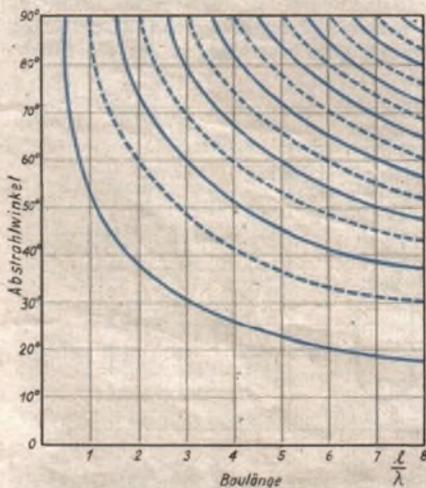
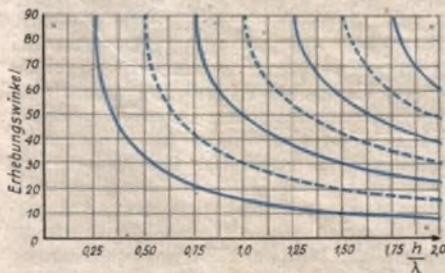
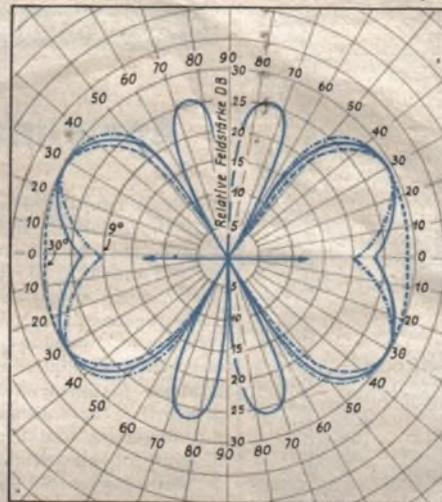

Abb. 3. Azimutale Abstrahlwinkel und Drahtlänge
Abb. 4. Erhebungswinkel und Bauhöhe
Abb. 5. Azimutale Diagramme einer 2λ -Antenne für $\beta = 9^\circ, 15^\circ$ und 30°
größert. Man bemerkt, daß das Diagrammviertel so viele ganze Zipfel enthält, als die Antenne in Vielfachen der ganzen Wellenlänge erregt wird. Mit der Ordnungszahl der Harmonischen nehmen außerdem die Amplituden der Hauptzipfel immer mehr zu, während die der Nebenzipfel entsprechend kleiner werden. Die genaue Lage der Haupt- und Nebenmaxima sowie die der Nullstellen läßt sich aus Gleichung (1) ableiten. Die Ergebnisse sind in Abb. 3 dargestellt. Man erkennt, daß die Ganzwellenantenne ($l = \lambda$) einen Hauptstrahlwinkel von 54° , die 2λ -Antenne bereits einen solchen von 36° gegen die Drahrichtung besitzt. Die Hauptstrahlrichtung (unterste Kurve 1 der Abb. 4) schmiegt sich also mit größer werdender Oberwelle immer mehr der Drahrichtung an, und diese ist es, die den Funkamateure am meisten interessiert. Das räumliche Diagramm läßt sich zunächst so vorstellen, daß man Antennen in so großer Höhe und in einem dem Erdbodeneinfluß nicht mehr ausgesetzten Raum betrachtet und erhält dann das gesamte Strahlungsfeld durch Rotation der Diagramme um die Antennenachse.
beeinflusst. Die Gleichung (1). muß dann mit diesem multipliziert werden. Unter der Voraussetzung, die Erde als vollkommen leitend anzunehmen, was bis auf völlige Trockenheit auch zutrifft, nimmt der Höhen-(oder auch Erdboden-)Faktor den Ausdruck $H = \sin(2h/\lambda \sin \beta)$ an. Das Vertikaldiagramm wird also durch Interferenzwirkung infolge Reflexion am Erdboden nochmals aufgespalten, und zwar um so mehr, je höher sich die Antenne über dem Boden befindet. Der Höhenfaktor gilt für beliebig lange horizontale Antennen. Die Lage seiner Maxima und Minima ist für die amateurmäßig möglichen Bauhöhen in Abb. 4 grafisch dargestellt.
Abb. 5 möge den amplitudenmäßigen Unterschied der azimutalen Feldstärkeverteilung unter verschiedenen Höhenwinkeln β an einer 2λ -Antenne veranschaulichen. Ein Vergleich der Abb. 4, 5 und 6 (s. Forts.) zeigt, daß Langdrahtantennen gegebenenfalls in der Vertikalen viel schärfer als in der azimutalen bzw. horizontalen Ebene gebündelt sein können.
Aus der Abb. 4 kann man aber noch erkennen, daß man bei den dem Funkamateure möglichen Bauhöhen mit einem kleinsten Erhebungswinkel von $\beta = 10^\circ$ zu rechnen hat und daß also die am meisten ausgenutzten Hauptzipfel des Horizontaldiagramms günstigstenfalls nur bis zu diesem niedrigen Abstrahlhöhenwinkel angehoben werden.